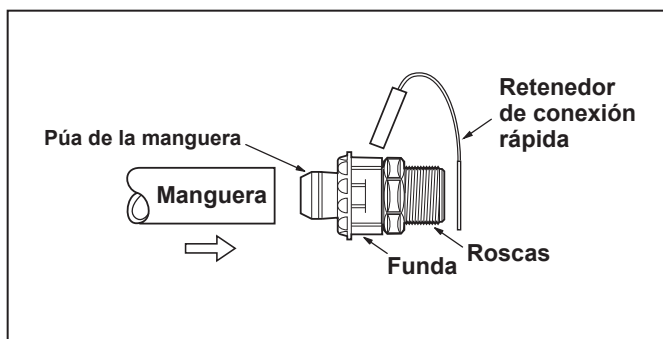

Figura 5. Instale la manguera en la desconexión rápida
1. Instale la bomba utilizando dos (2) anclajes de expansión para hormigón con el objetivo de garantizar la estabilidad.
4. Presione la manguera dentro de la conexión rápida hasta que quede a ras con la base de púas de la manguera. Véase Figura 5.